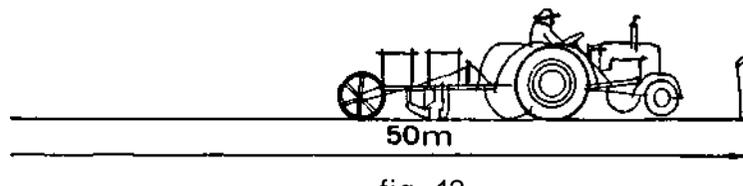

fig. 12
b) Marque uma distância de 50 metros para ser percorrida pelo trator (fig. 12).